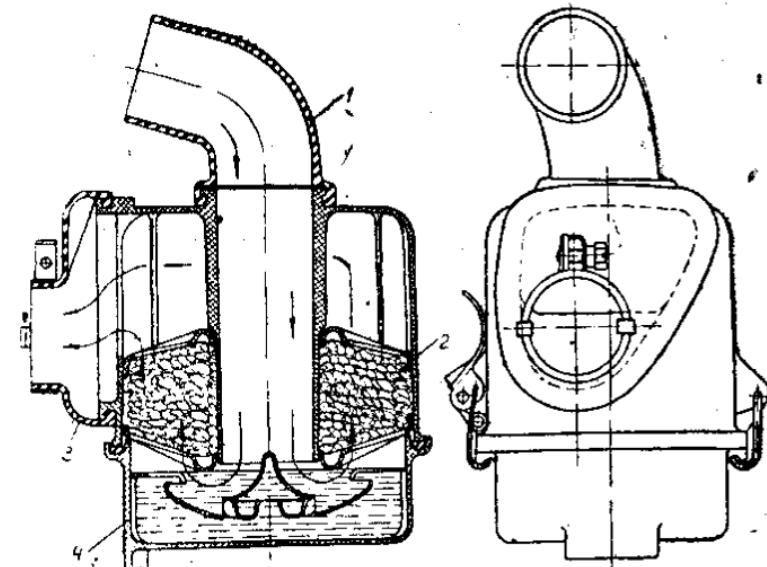

Рис. 11.
**ВОЗДУХОФИЛЬТР** (рис. 11). Содержащаяся в воздухе дорожная пыль, попадающая при всасывании в двигатель, приводит к быстрому износу его. Для очистки всасывающего воздуха от пыли всасывающий патрубок карбюратора соединен с контактно-масляным воздухофильтром, конструкция которого представлена на рис. 11.